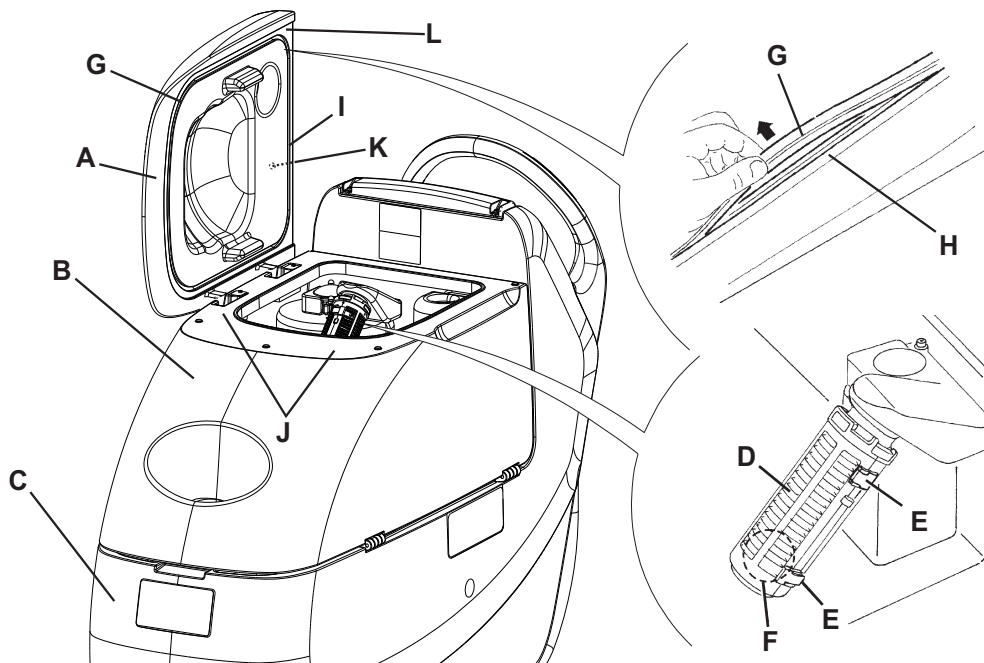

Abbildung 4
1. Netzkabel (3) vom Stromnetz lösen und auf den Halter (4) wickeln.
3. Den Deckel (18) in der Waschposition (L, Abb. 4) bringen.
4. Den Deckel (A), die Tanks (B und C) und das Ansauggitter mit automatischem Schwimmverschluss (D) mit klarem Wasser reinigen und waschen.
6. Falls nötig, die Befestiger (E) lösen, das Gitter (D) öffnen und den Schwimmer (F) hervorholen, sorgfältig reinigen und wieder installieren.
7. Die Unversehrtheit der Deckeldichtung (G) des Tanks prüfen.